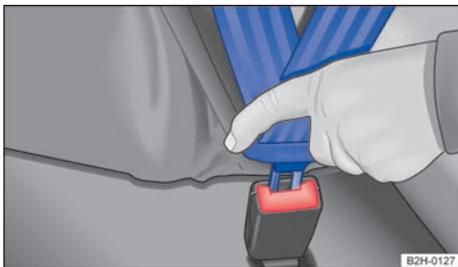

Fig. 57 Insertar la lengüeta del cinturón de seguridad en su cierre.
- Inserte bien la lengüeta del cinturón en el cierre del cinturón correspondiente a la plaza → fig. 57.